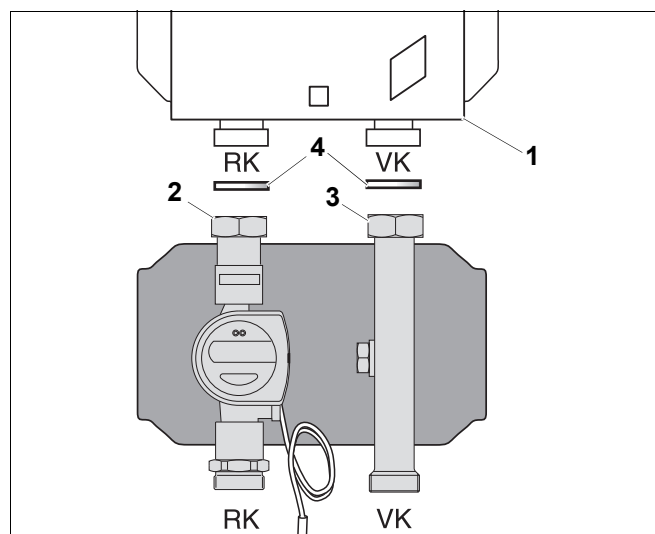

Рис. 4 Подсоединение к комплекту подключения отопительного контура
- Уложите уплотнения (рис. 4, [4]) в накидные гайки (рис. 4, [2] и [3]) комплекта подключения WMZ.
- Приверните комплект подключения WMZ к подающей и обратной линиям комплекта HS25 E или HSM 15/20/25 E (рис. 4, [1]).